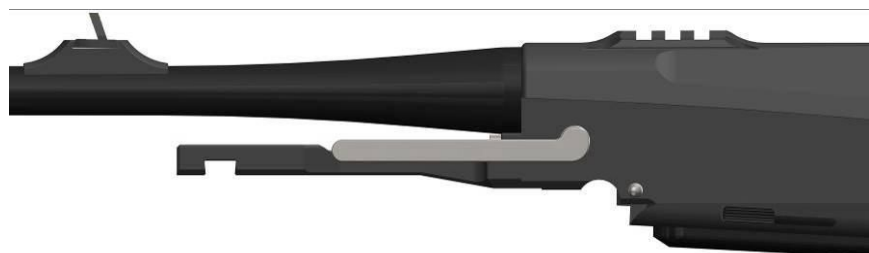

Bild 9
(7) Laufklemmung schließen (Bild 9)
DER KLEMMHEBEL MUSS WAAGERECHT ZUR SEELENACHSE DES LAUFES STEHEN (BILD 9).
(8) Laufklemmung schließen (Bild 9)